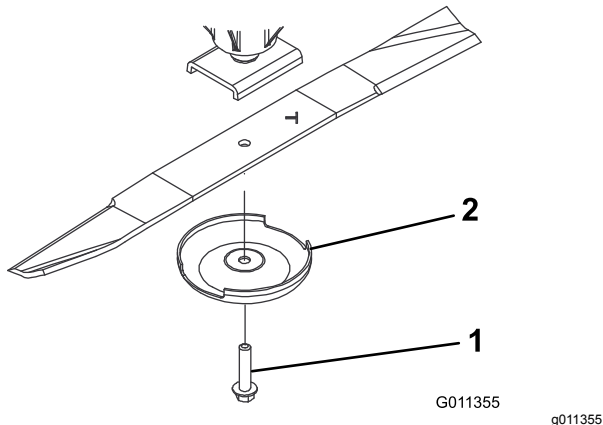

Bild 85
2. Halten Sie das Ende des Messers mit einem stark wattierten Handschuh oder wickeln Sie einen Lappen um es herum. Entfernen Sie die Messerschraube, die Antiskalpierkuppe und das Messer von der Spindelwelle (**Bild 85**).
3. Setzen Sie das Messer (der Flügel sollte zum Mähwerk zeigen) mit der Antiskalpierkuppe und der Messerschraube ein (**Bild 85**).